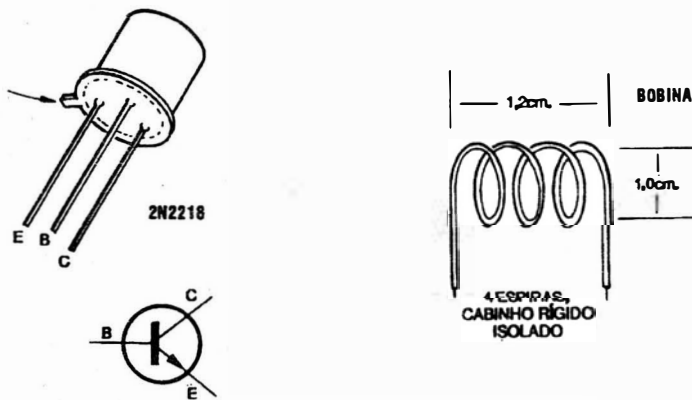

Fig. 3
- **FIG. 3 - ALGUNS COMPONENTES IMPORTANTES (E SEUS DETALHES...)** - O transistor 2N2218, utilizado no circuito do **ARRA**, é um pouquinho mais *calado* do que os universais BC normalmente usados nos projetos de **APE**... Assim, é bom dar uma olhada na sua